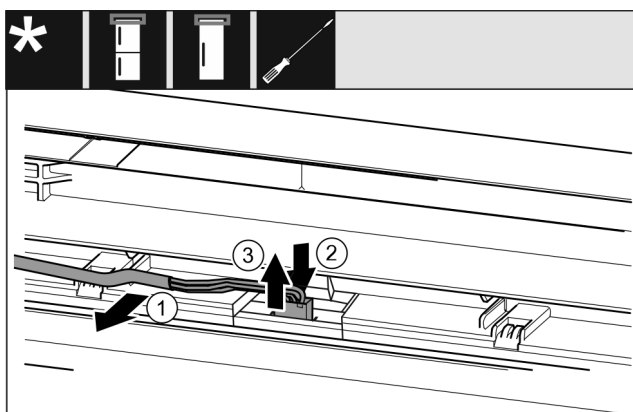

Fig. 20
- ▶ Осторожно высвободите серый кабель из направляющей в двери. Fig. 20 (1)
- ▶ Вдавите назад накладку за штекером. Fig. 20 (2)
- ▶ Осторожно вытяните штекер вверх. Fig. 20 (3)